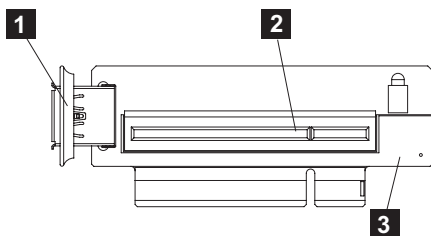

図 202. USB ライザー・カード・アセンブリー (SAN ポリウム・コントローラー 2145-CF8 の図)
7. ディスク・コントローラーと USB ライザー・カード・アセンブリー (**3**) 上の USB 接続 (図 202 の **1**) から、USB サービス・コントローラー・ケーブルを取り外します (100 ページの『SAN ポリウム・コントローラー 2145-CG8 または 2145-CF8 サービス・コントローラー・ケーブルの取り外しと交換』の説明を参照してください)。